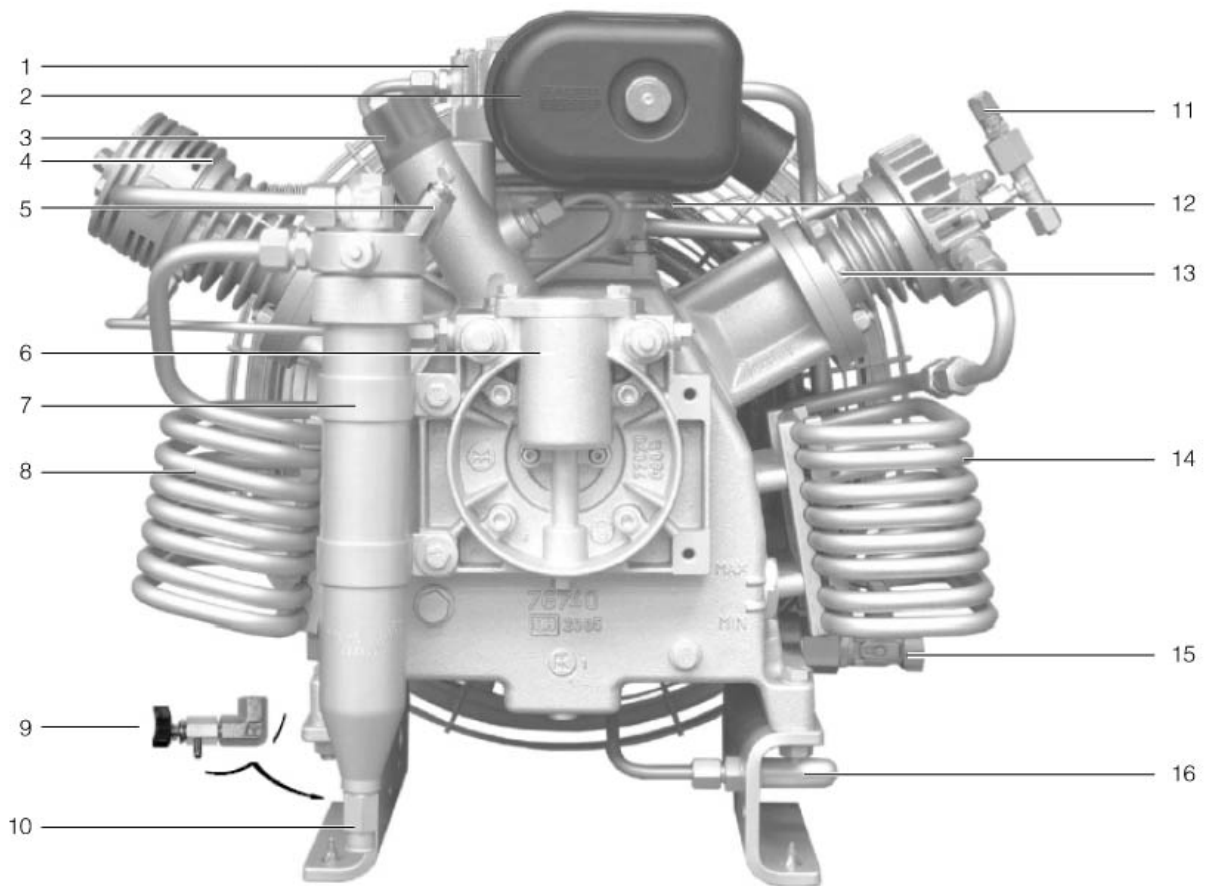
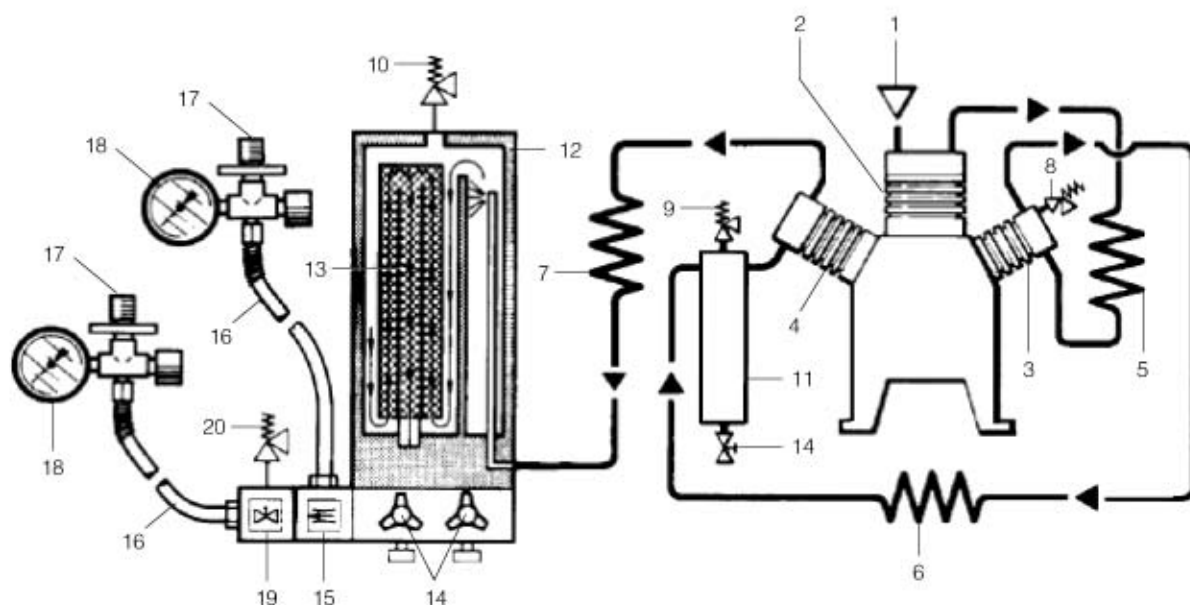

图 2 压缩机主机
图3 气体流向图
如图2所示的压缩机主机设计，图3所示的压缩机流程图，主机在高压状态下运行，可承载的最高运行压力为35MPa。
参照图3, 空气从进入开始, 经过空气过滤系统及过滤芯 (1) 隔除尘埃, 然后, 通过气缸 (2, 3, 4) 进行压缩, 从而达到设定的最终气压; 其间; 压缩空气在经过中间冷却管 (5, 6) 及终级冷却管 (7) 时, 得到冷却降温。每一级的压力都受到安全阀 (8, 9, 10) 的限制和保护, 压缩的空气经过中间油水分离器 (11) 及带 TRIPLEX长效过滤芯 (13) 的过滤系统(12), 清除过多的水分和润滑油, 中间油水分离器及过滤系统 (13) 的冷凝水从冷凝水排放阀 (14) 排出, 保压阀 (15) 使过滤系统内保持一定的压力。纯净的高压呼吸空气由充气管 (16) 及充气阀气瓶接头 (17), 到达需要被充气的气瓶, 充气的气压显示在气压表上(18)。